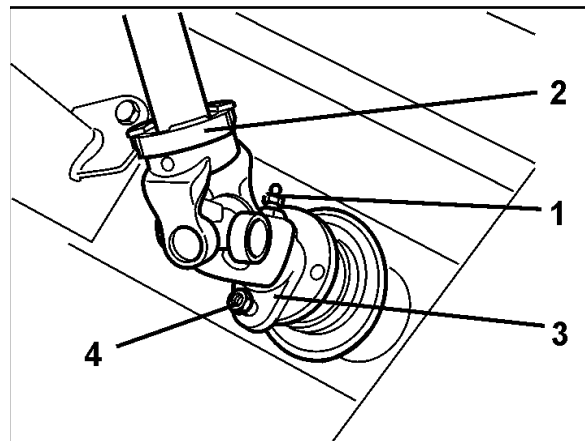

Fig. 90
1. Gelenkwellenschutz in Montageposition bringen (Fig. 90).
Die lose mitgelieferten **Schrauben** M8 x 30 A2-70 sind **Ersatzscherschrauben** (Fig. 90/1) zur Befestigung der Aufsteckgabel der Gelenkwelle am Flansch der Getriebeeingangswelle. Gelenkwelle stets mit Fett auf Getriebeeingangswelle aufstecken.